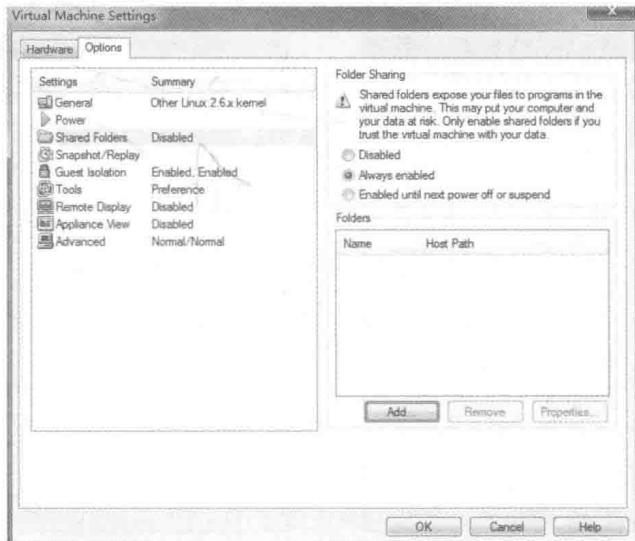

图 4-37 一般用户创建界面
(5) 接下来我们单击 VMware 的 VM 菜单下“Setting”选项，在“Options”子选项中可以看到“Share Folders”设置项，默认情况下是“Disabled”，选择“Always Enabled”选项，单击“Add”按钮，增加 Windows 与 Linux 之间的共享文件夹，如图 4-37 所示。